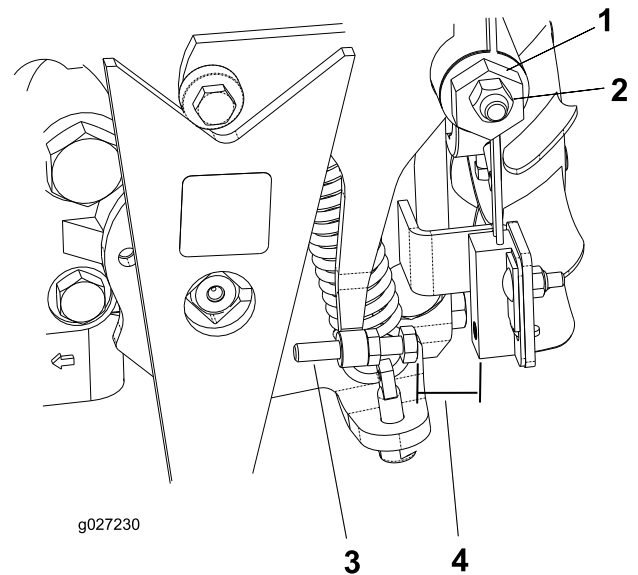

Bild 35
4. Lockern Sie die Sicherungsmutter an der Fahrtriebs-Einstellnocke (Bild 35).
5. Lassen Sie den Motor an und drehen das Sechskant (Bild 35) der Nocke in beide Richtungen, um die zentrale Stellung im Neutralbereich ausfindig zu machen.
3. Stellen Sie die Schraube ein, bis der Abstand  $\pm 0,8-2,3$  mm beträgt, siehe Bild 35.